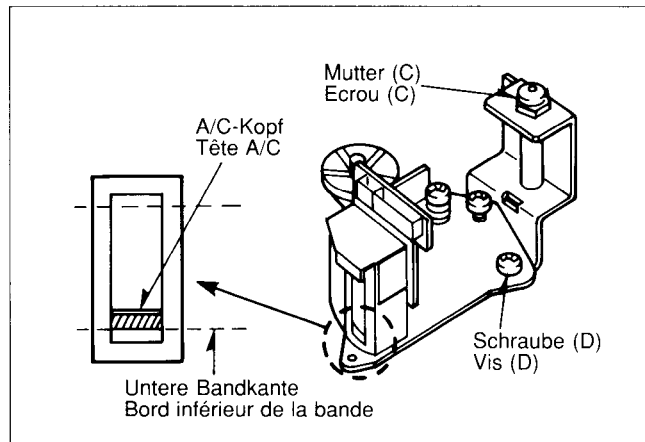

Fig. 56
1. Während das Band läuft, die untere Kante des A/C-Kopfes mit dem Mechanikerspiegel beobachten und überprüfen, ob die untere Kante des Bandes entlang der unteren Kante des A/C-Kopfes läuft. Ist dies nicht der Fall, mit der Mutter (C) hinter dem A/C-Kopf (Fig. 56) die Höhe justieren. Die Mutter (C) im Uhrzeigersinn drehen, um den Kopf zu senken und entgegen dem Uhrzeigersinn, um ihn zu heben.
1. Pendant le défilement de la bande, à l'aide d'un miroir de dentiste, observer et contrôler si le bord inférieur de la bande longe le bord inférieur de la tête audio-asservissement. Si ce n'est pas le cas, ajuster la hauteur à l'aide de l'écrou situé derrière la tête (Fig. 56). Tourner l'écrou dans le sens des aiguilles d'une montre pour abaisser la tête et dans le sens inverse pour la remonter.